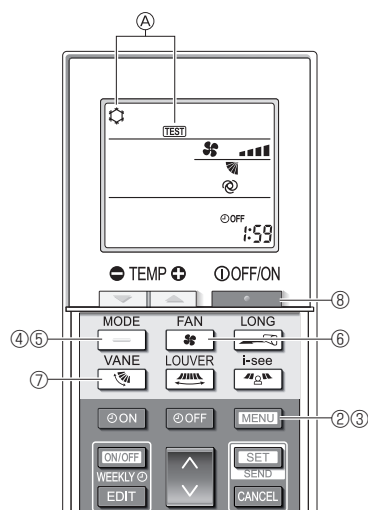

Fig. 7-9
- ① Mettez l'appareil sous tension au moins 12 heures avant l'essai de fonctionnement.
- ② Appuyez sur la touche **[MENU]** pendant 5 secondes. (Fig. 7-9)
- ③ Appuyez sur la touche **[MENU]**.
La mention ④ [TEST] et le mode de fonctionnement en cours sont affichés. (Fig. 7-9)
- ④ Appuyez sur la touche **[MODE]** pour activer le mode refroidissement, puis vérifiez que de l'air froid est soufflé par l'appareil.
- ⑤ Appuyez sur la touche **[MODE]** pour activer le mode chauffage, puis vérifiez que de l'air chaud est soufflé par l'appareil.
- ⑥ Appuyez sur la touche **[FAN]** et vérifiez que la vitesse du ventilateur change.
- ⑦ Appuyez sur la touche **[VANE]** et vérifiez que l'ailette automatique fonctionne correctement.
- ⑧ Appuyez sur la touche **[ON/OFF]** pour terminer l'essai de fonctionnement.